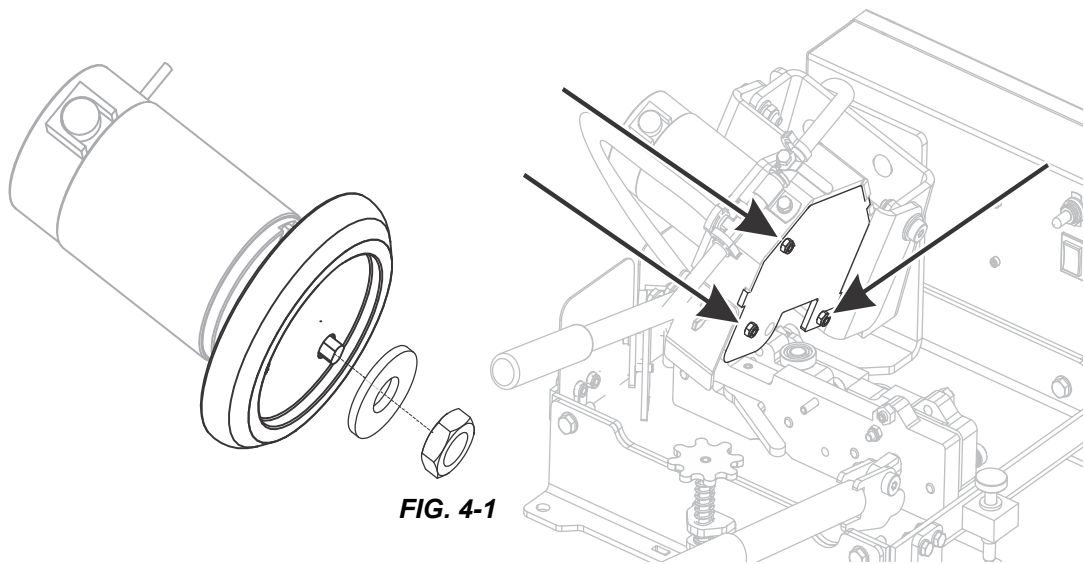

FIG. 4-1
5. Réinstaller la protection de la meule. Voir fig. 4-1